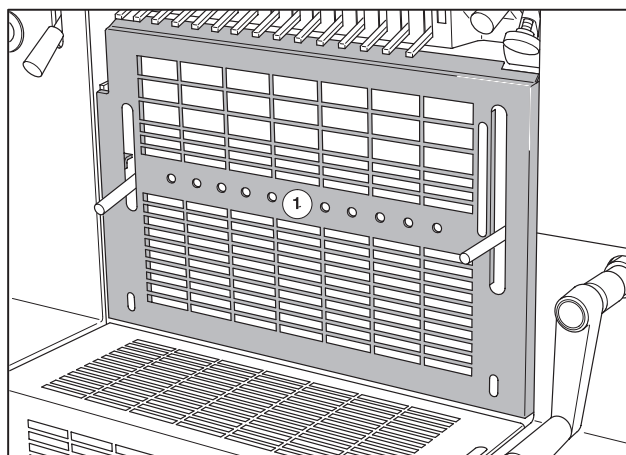
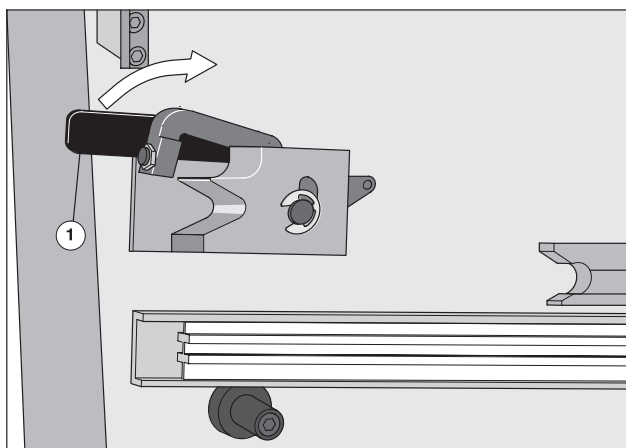

Рис. 57 Защитное ограждение красочного аппарата
Рис. 58 Фиксация выдвижного блока нумератора
- ❶ Остановить машину и открыть защитное ограждение красочного аппарата (Рис. 57/❶).
- ❷ Вытащить выдвижной блок нумератора до упора.
- ❸ Ослабить винты с внутренним шестигранником на кулачке переключения и посадочном кольце.
- ❹ Передвинуть кулачок переключения и посадочное кольцо на валу нумератора.
- ❺ Положение посадочного кольца зафиксировать винтом с внутренним шестигранником.
- ❻ Кулачок переключения подвинуть к установочному шаблону на нумераторной головке и затянуть винты с внутренними шестигранниками.
- ❼ Машину установить с помощью кривошипной рукоятки на 228,0°.
- ❽ Защелкнуть собачку на приводной шестерне выдвижного блока нумератора.
- ❾ Выдвижной блок нумератора осторожно задвигать в машину, пока шестерни не войдут в зацепление.
- ❿ Блокировочный рычаг на стороне привода (Рис. 58/❶) и на стороне обслуживания нажать до упора в сторону самонаклада.